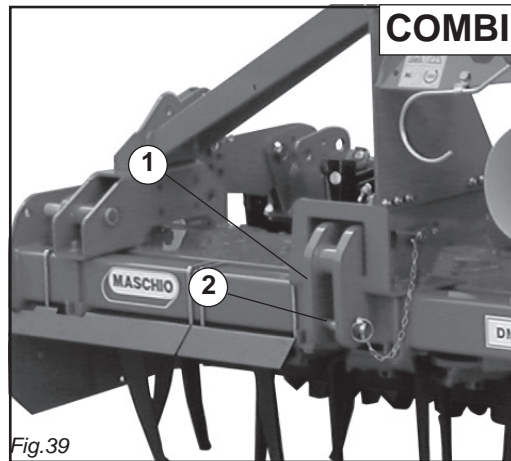
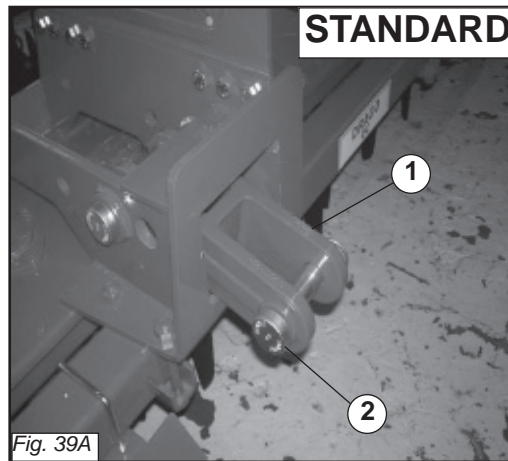

Fig.39
Fig. 39A
Nelle figure sotto sono rappresentate le bielle di attacco alle parallele del trattore rispettivamente per la versione COMBI (1 Fig.39) e per la versione STANDARD (1 Fig.39A) con i loro perni e copiglie (2).
Alle Maschinen lassen sich an jedem Schlepper montieren, der mit einer universellen Dreipunkt-Kupplung versehen ist. Die darunter liegenden Bilder zeigen die Anschlüsse zu Schlepperheber, beziehungsweise fuer COMBI Ausfuehrung (1 Bild 39) und fuer standard Ausfuehrung (1 Bild 39A) komplette mit Bolzen und Splinte
- 1 - Accostare le barre del sollevatore ponendole all'interno delle bielle (1 Fig. 39- 39A), inserire il perno (2 Fig. 39- 39A) nel foro predisposto e bloccare con le copiglie a scatto.